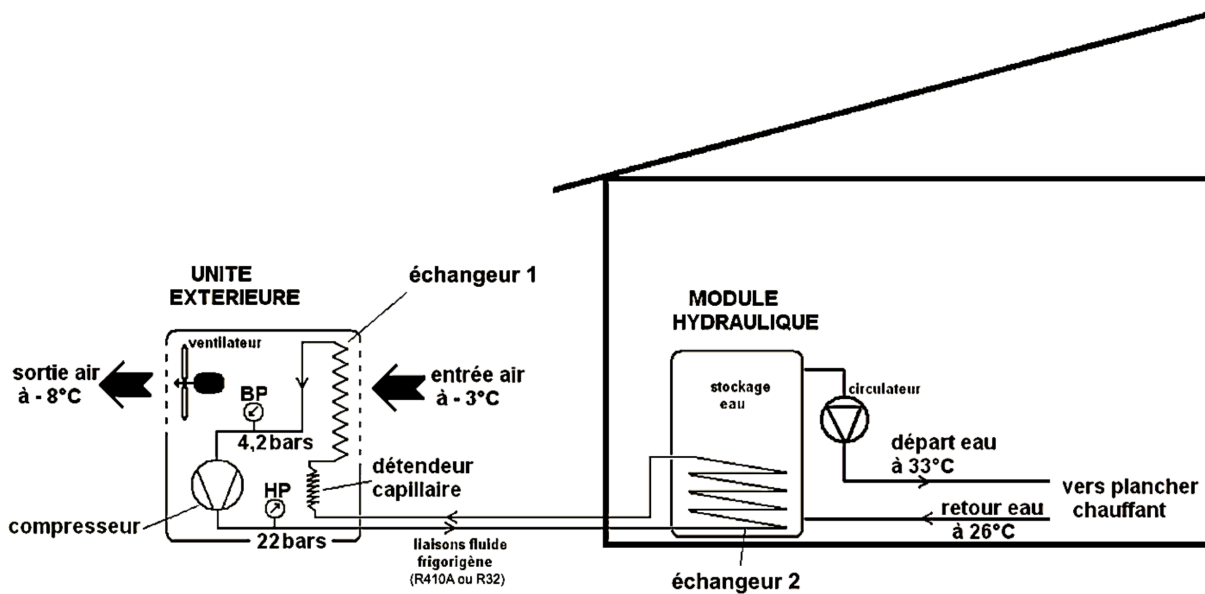

FIGURE 1
Le schéma de principe d'une telle installation est présenté dans la figure 1.
7. À l'aide de la figure 1, identifier la source chaude et la source froide ainsi que le système mécanique qui échange un travail avec le fluide de la pompe à chaleur.
Sur la figure 1 figurent les deux échangeurs (échangeur 1 et échangeur 2) de la pompe à chaleur : l'un est le condenseur, l'autre est l'évaporateur.
8. Au contact de quelle source doit être mis le condenseur? Identifier l'échangeur concerné, présent sur la figure 1, en justifiant la réponse.
9. Au contact de quelle source doit être mis l'évaporateur? Identifier l'échangeur concerné, présent sur la figure 1, en justifiant la réponse.
La pompe à chaleur précédemment étudiée sert à chauffer de l'eau contenue dans le ballon de stockage présent sur la figure 1. Cette eau *via* un circulateur (une pompe) est envoyée dans un tuyau serpentin dans le plancher de la maison.